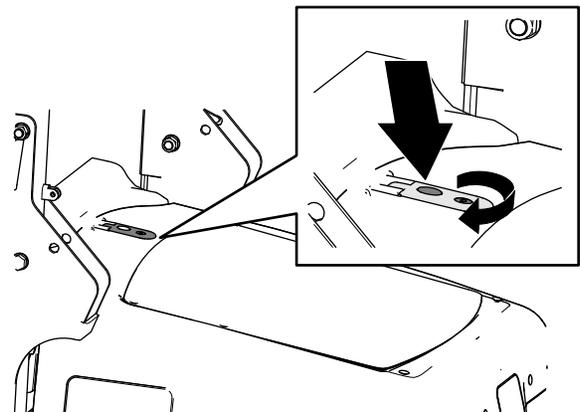

Figura 1
1. Inserte la llave del capó en la cerradura del mismo y gire la cerradura 90° en sentido antihorario (Figura 1).
2. Pulse el botón del cierre del capó (Figura 1).